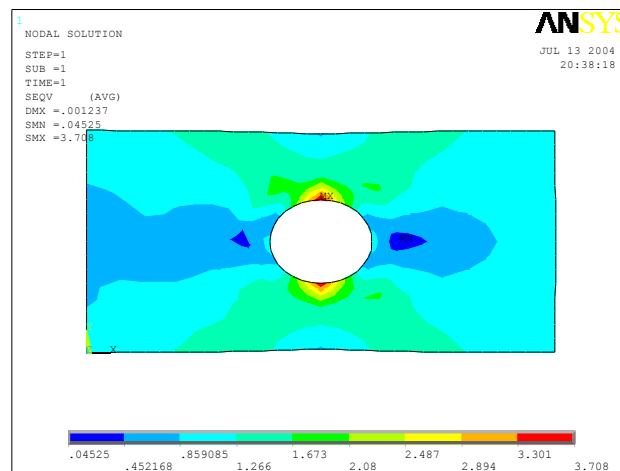

图1.46 等效应力图
(2) 选择 Favorites>Nodal Solution>Von Mises Stress, 并展开【Addational Options】折叠菜单, 设置【Interpolation Nodes】为【All applicable】, 单击【OK】按钮。
(3) 这时出现如图 1.46 所示的等效应力图。